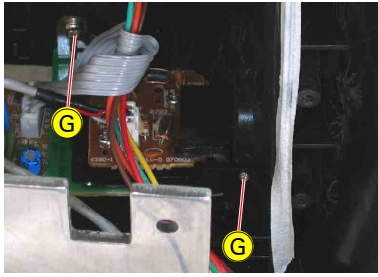

Fig. 5
- 2 Schrauben (G) (Fig. 5) herausdrehen.
- Undo 2 screws (G) (Fig. 5).